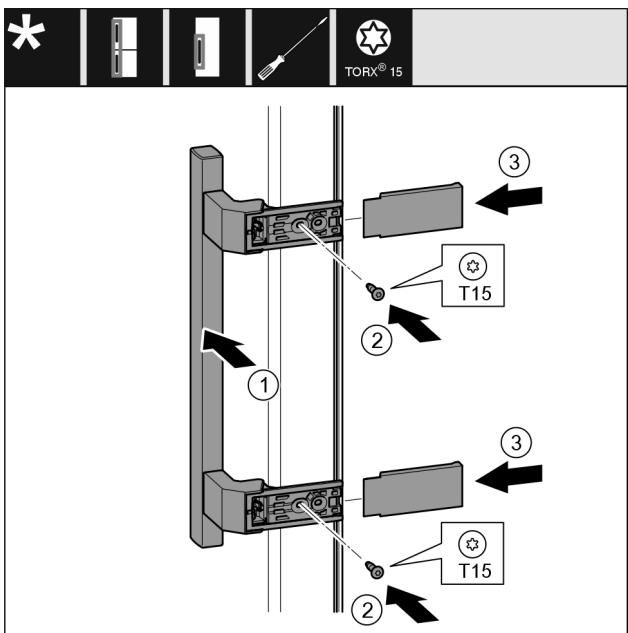

Fig. 25
- Поставете дръжката Fig. 25 (1) от другата страна.
- С отвертка затегнете винтовете Fig. 25 (2).
- Поставете отстрани капаците Fig. 25 (3) и ги нахлузете.